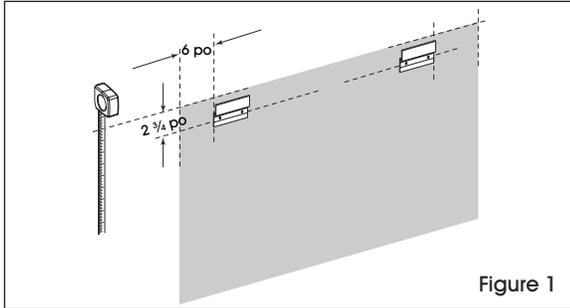

Figure 1
1. Determine board location. Position top hanging brackets 6" from outside edge of board with bracket holes 2³/₄" from top of board. (See Figure 1)
1. Déterminer l'emplacement du tableau. Placer les supports de suspension à 15 cm (6 po) de la bordure extérieure du tableau, et les trous des supports à 7 cm (2 ¾ po) du haut du tableau. (Voir Figure 1)